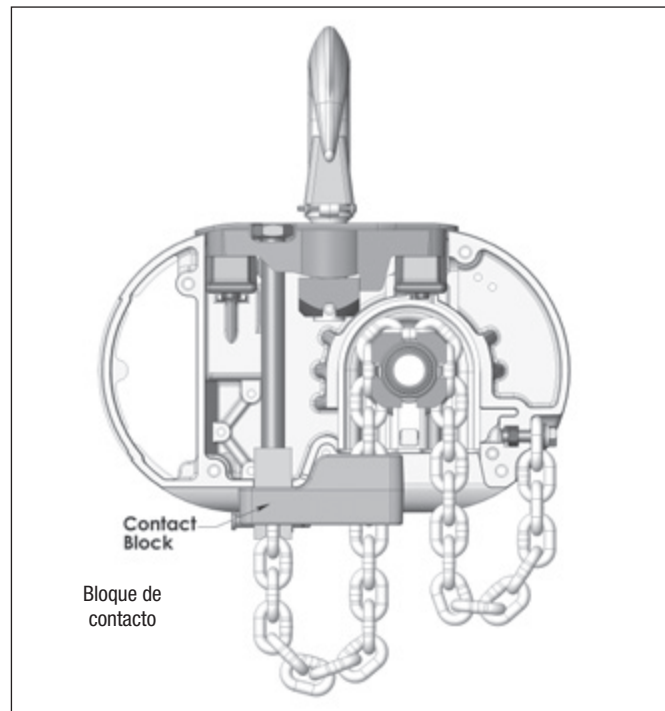

Figura 8. Bloque de contacto utilizado en los modelos R, R-2, RR y RR-2
2. En modelos E, E-2, H y H-2, inserte el último eslabón de la cadena de carga dentro del clip de alambre (2) y asegúrelo con el pasador de rescate, rondana y chaveta que se fijan con la suspensión.
3. En los modelos R, R-2, RR y RR-2, quite el clip insertando un desarmador a través de un eslabón de la cadena y haciendo palanca contra la parte inferior del polipasto. Deslice el block de contacto hacia arriba por la cadena hasta que esté apoyado contra la parte baja del polipasto y la horquilla de rescate cadena se proyecte a través de la abertura cuadrada de la parte inferior del block. Inserte el último eslabón de la cadena de carga (asegurándose de que no haya torceduras entre la trabe de gancho y la horquilla de rescate cadena) en la horquilla de rescate cadena se proyecte a través de la abertura cuadrada de la parte inferior del block. Inserte el último eslabón de carga (asegurándose de que no haya torceduras entre la trabe y la horquilla de gancho y la horquilla de rescate cadena) en la horquilla rescate cadena, empuje el block de contacto ligeramente hacia arriba y fije a la cadena de carga a la horquilla del rescate cadena utilizando el pasador de rescate, rondana y chaveta que se suministran con la suspensión. El pasador de rescate también soporta el block de contacto (vea Figura 8)